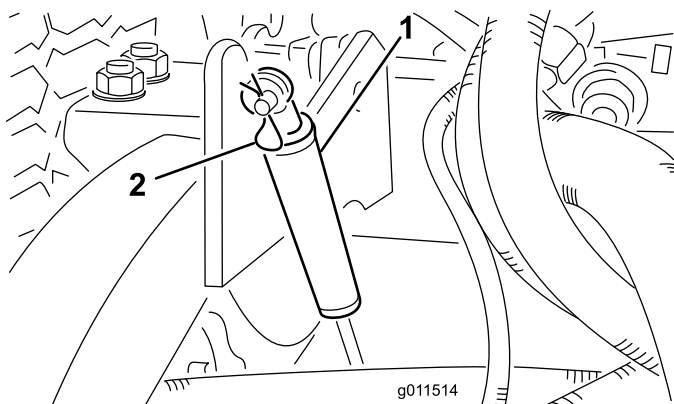

Figure 79
2. Retirez la goupille fendue qui fixe les amortisseurs aux bras de levage (Figure 79).